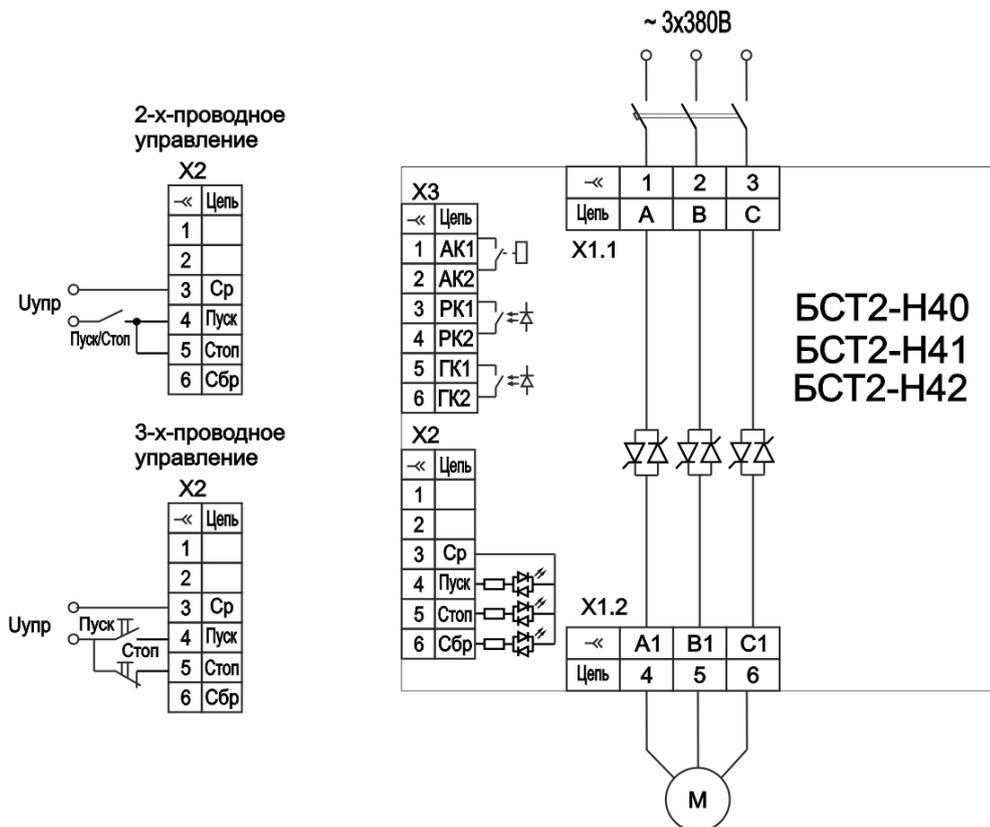

Рисунок 3 – Пример схемы подключения БСТ2-Н40, БСТ2-Н41, БСТ2-Н42
1.6.6 Пример схемы подключения приведен на рис. 3 и 4 .